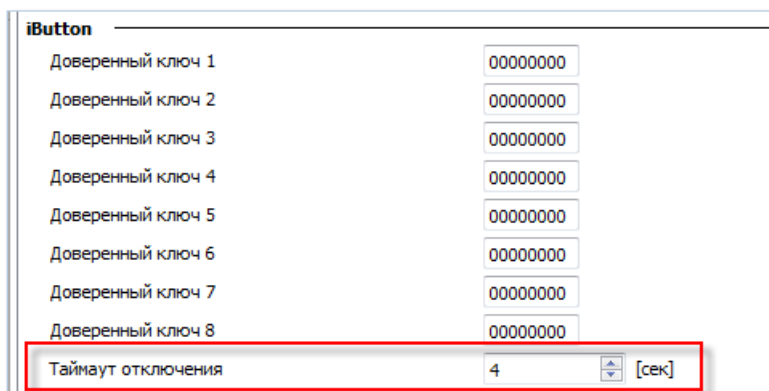

Рисунок 10. Настройка таймаута отключения RFID метки
2. В поле «Таймаут отключения» укажите таймаут отключения в секундах (рис.10);